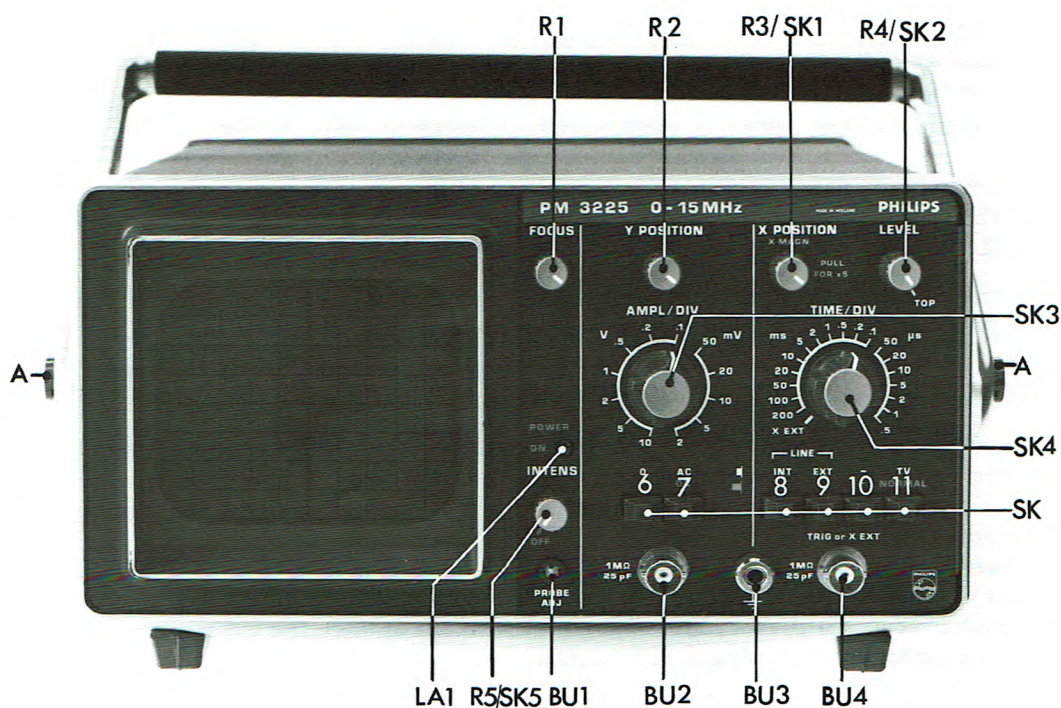

Fig. 2.2. Vue avant illustrant commandes et douilles
L'appareil doit être placé horizontalement ou incliné après avoir pivoté l'étrier-support. Pour déposer le poignée, enfoncer les deux boutons centraux de pivotement A (voir Fig. 2.2.).
2.1.6 Commandes et douilles (Fig. 2.2)
- Connecter le fil de mesure à la douille BU2 et placer l'extrémité de sonde sur BU1 (voir Fig. 2.2).
- Connecter la boîte de compensation à BU2 et placer l'extrémité de sonde sur BU1 (voir Fig. 2.2).
- pivoter la poignée du couvercle avant. Pour ce faire, enfoncez les deux boutons A (voir Fig. 2.2).